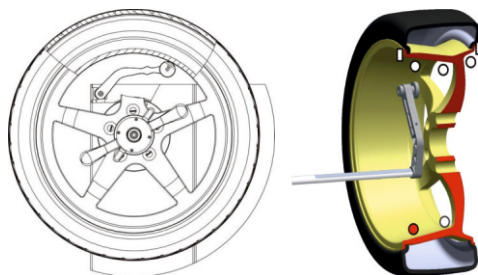

Рис. 36
- Вытягивайте линейку до тех пор, пока в окне посередине не появится «0» (рис.36).
- Установите груз (рис.36)